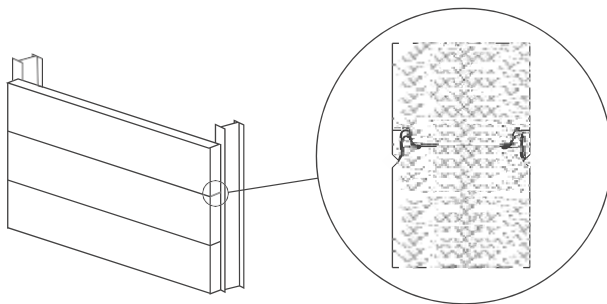

Рис. 18
- наклеить герметизирующие материалы на панель согласно Рис.18;
Необходимо обратить внимание на правильное расположение замка, обеспечивающее стекание воды Рис. 18.